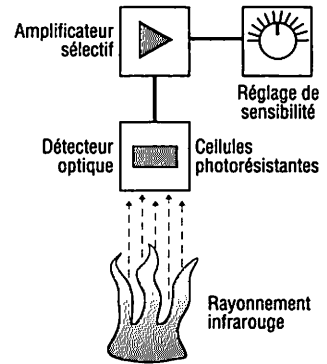

Fig. 6 : Détecteur infrarouge.
**e) Capteur à rayonnement infrarouge (fig. 6)**